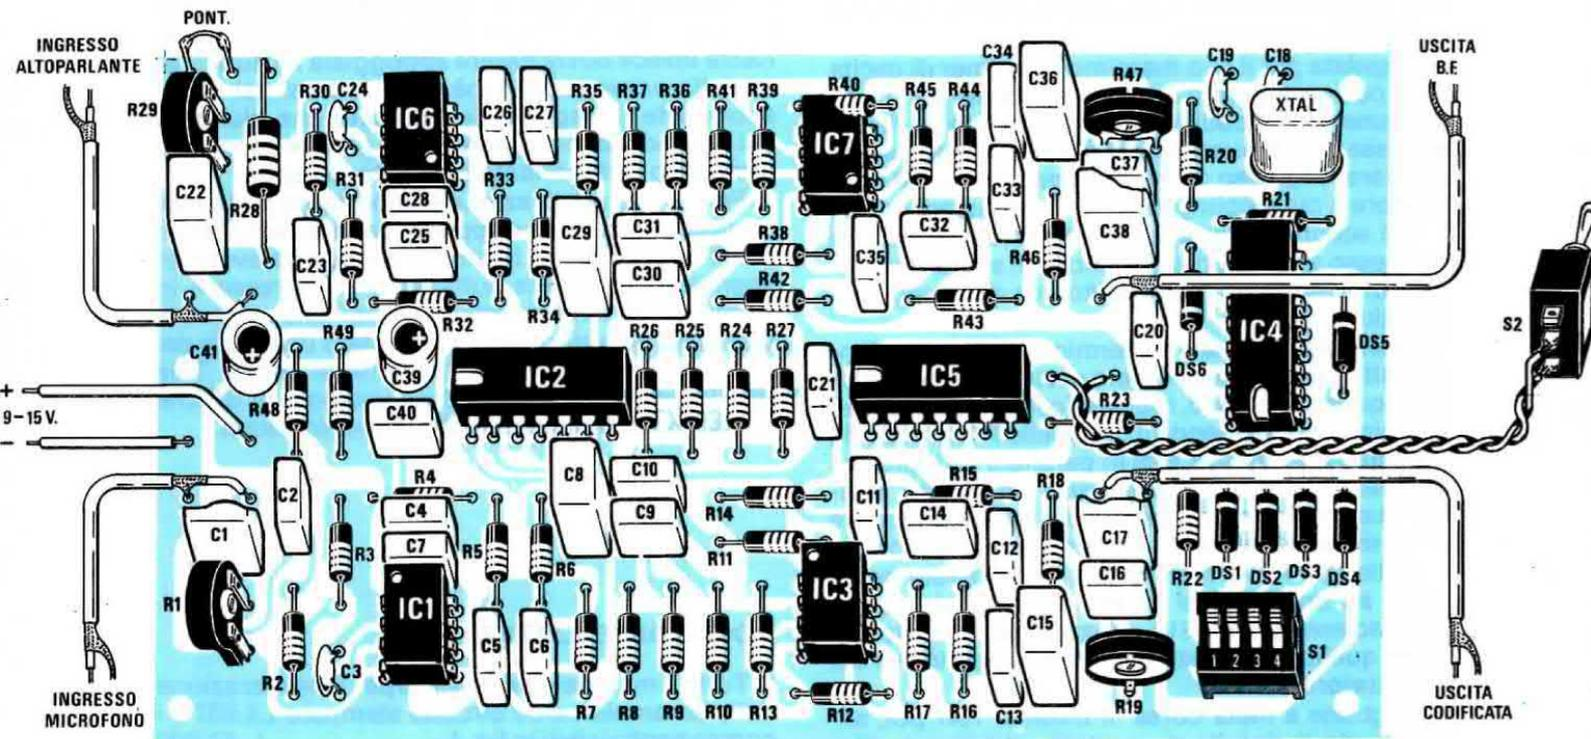

Fig. 4 Schema pratico di montaggio del codificatore e decodificatore scrambler. Si noti in basso a destra il dip-switch per generare la frequenza di codifica.
contorna il corpo, sia rivolta come è chiaramente indicato nello schema pratico di fig. 4.
Ora, inserite negli zoccoli i relativi integrati controllando che l'asola o la tacca di riferimento sia rivolta come riportato nel disegno pratico di fig. 4.
- 2) Anzichè prelevare il segnale dall'altoparlante, potrete prelevare dal terminale estremo del potenziometro del volume (vedi fig. 4) e sul terminale rimasto libero collegate l'uscita dello scrambler.
Tutto il materiale necessario per la realizzazione dello scrambler, cioè circuito stampato LX.637 e i componenti visibili in fig. 4 ..... L. 51.000